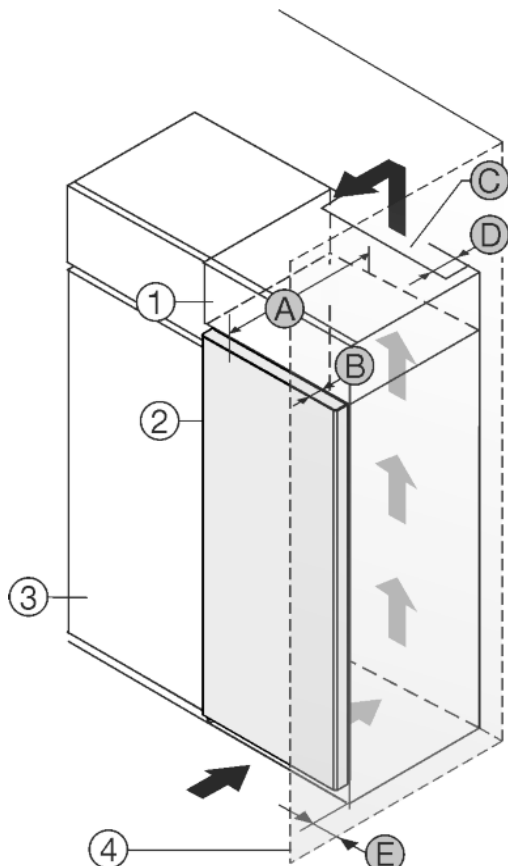

Fig. 1
Gerät direkt neben dem Küchenschrank Fig. 1 (3) aufstellen.\*
An der Rückseite des Aufsatzschrankes muss ein Abluftschacht mit der Tiefe Fig. 1 (D) über die gesamte Aufsatzschrankbreite vorhanden sein.
Unter der Raumdecke muss der Entlüftungsquerschnitt Fig. 1 (C) eingehalten werden.
Wenn das Gerät mit den Scharnieren neben einer Wand Fig. 1 (4) aufgestellt wird, muss der Abstand zwischen Gerät und Wand mindestens 40mm betragen. Dies entspricht dem Griffüberstand bei geöffneter Tür.